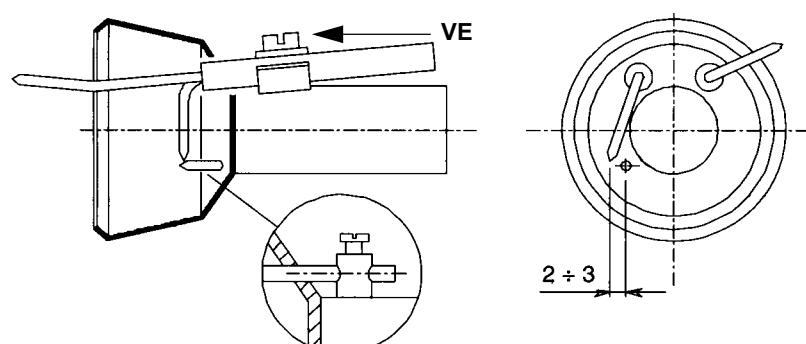

Рис. 14
- Проверка запальных и контрольных электродов (Е на Рис. 13б); чистка, при необходимости корректировка положения и замена (см. Рис. 14);
Для гарантированного хорошего розжига горелки, необходимо, чтобы были выдержаны размеры, указанные на Рис. 14.